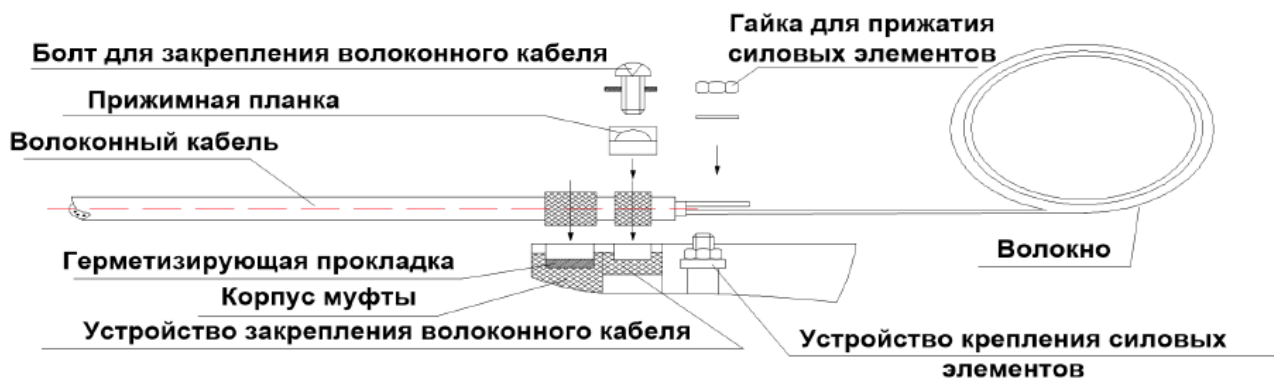

Рисунок 3.5 – Закрепление силовых элементов и волоконного кабеля
- Оставив некоторый запас в пространстве основания муфты под соединительной кассетой, заведите в нее модули с оптическим волокном и закрепите их нейлоновыми стяжками. Модули закрепляются в кассете в специальных желобах, расположенных по углам. Нейлоновые стяжки крепятся через отверстия в желобах (рисунок 3.5).